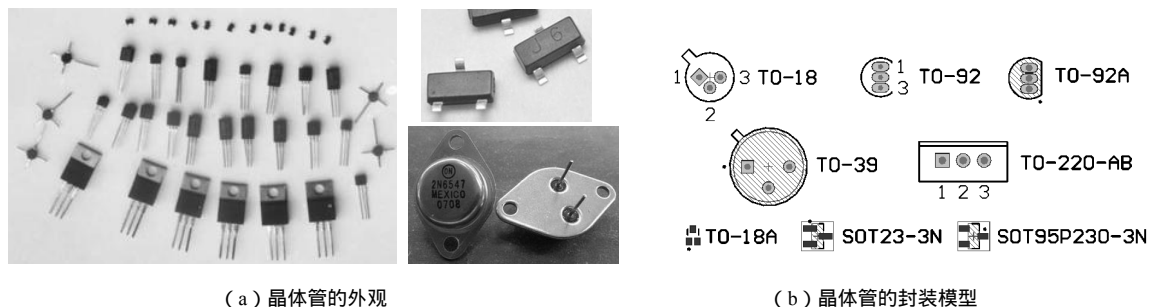

图 3.7.35 晶体管
(6) 晶体管: 三极管/场效应晶体管/晶闸管同属于晶体管, 其外形尺寸与器件的额定功率、耐压等级及工作电流有关。普通三极管在 Miscellaneous Devices.IntLib 库中可以找到, 三极管的名称有“TO-***”系列和 SOT 系列的, 前者是插针式, 后者是贴片式, 可根据三极管功率的不同进行选择, 三极管的封装如图 3.7.35 所示。